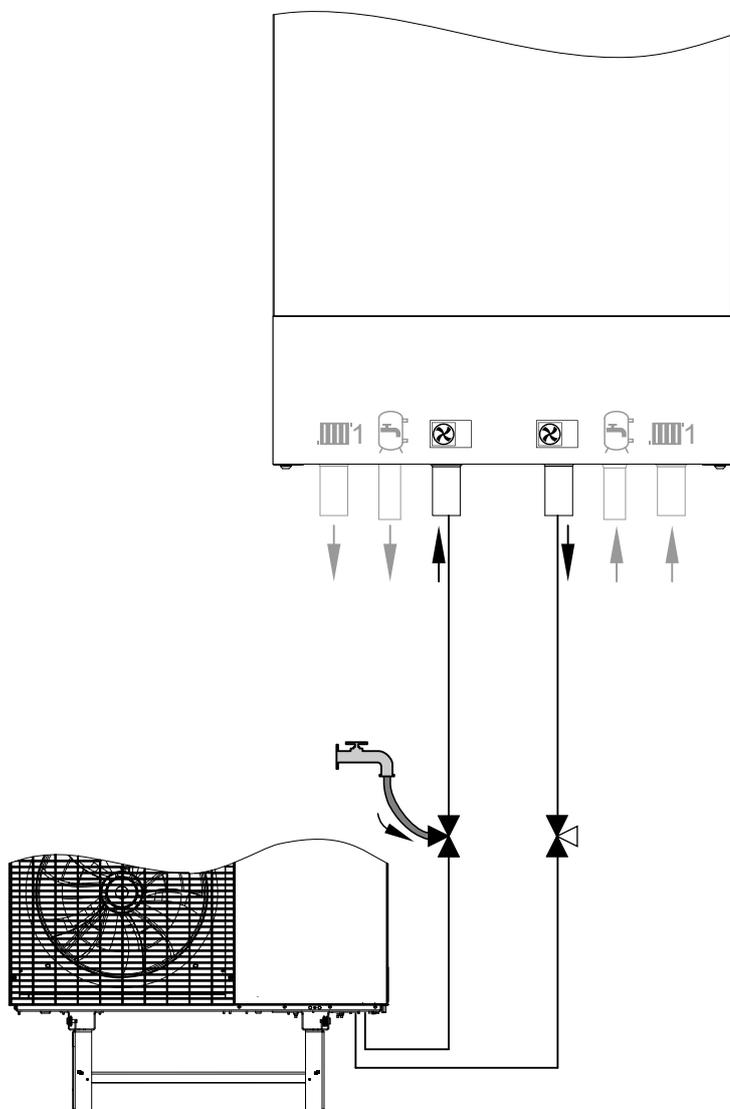

Fig. 64
3. Abrir la llave de paso de 3 vías hacia el retorno de la unidad exterior (salida de agua de calefacción en la unidad interior): consultar la Fig. 64.